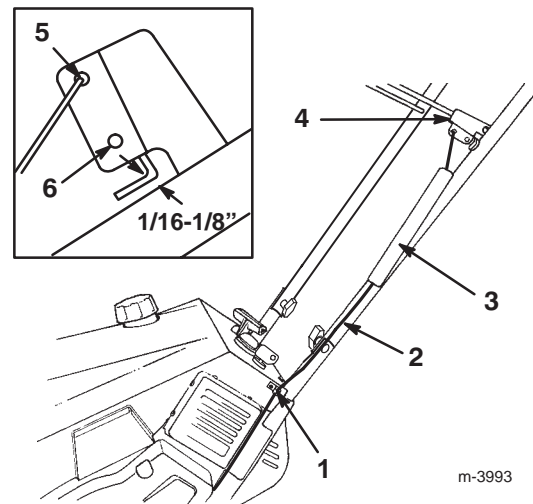

Figure 4
1. Faire passer le câble de commande dans l'anneau du côté gauche de la déneigeuse (Fig. 4).
4. Glisser le cache-ressort sur le ressort et le réglage de câble, et passer l'extrémité du ressort dans le trou au bout du cache-ressort (Fig. 4).
5. Accrocher le ressort dans le trou supérieur du support de la barre de commande (Fig. 4).
7. L'écart entre le support de la barre de commande et le mancheron doit être alors d'environ 1,6 à 3,2 mm (1/16 à 1/8"), voir l'encadré de la figure 4. Si un réglage est nécessaire, voir les instructions de *réglage de la barre de commande*, page 16.